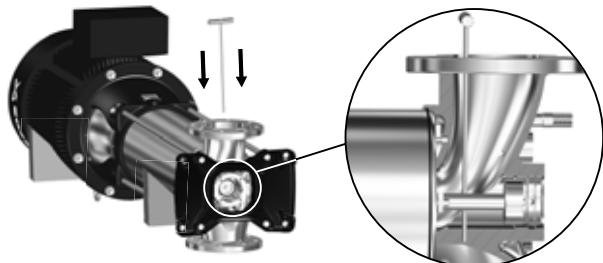

Рис. 16 Удержание вала насоса (51) при помощи приспособления D.
4. Ослабьте и снимите гайку (Примечание. Левая резьба) (120f) и шайбу (120e). Используйте приспособление D, чтобы удерживать вал насоса (51) во время затяжки. См. рис. 16.
3. Затяните гайку (120f). Используйте приспособление D, чтобы удерживать вал насоса (51) во время затяжки. См. рис. 16.